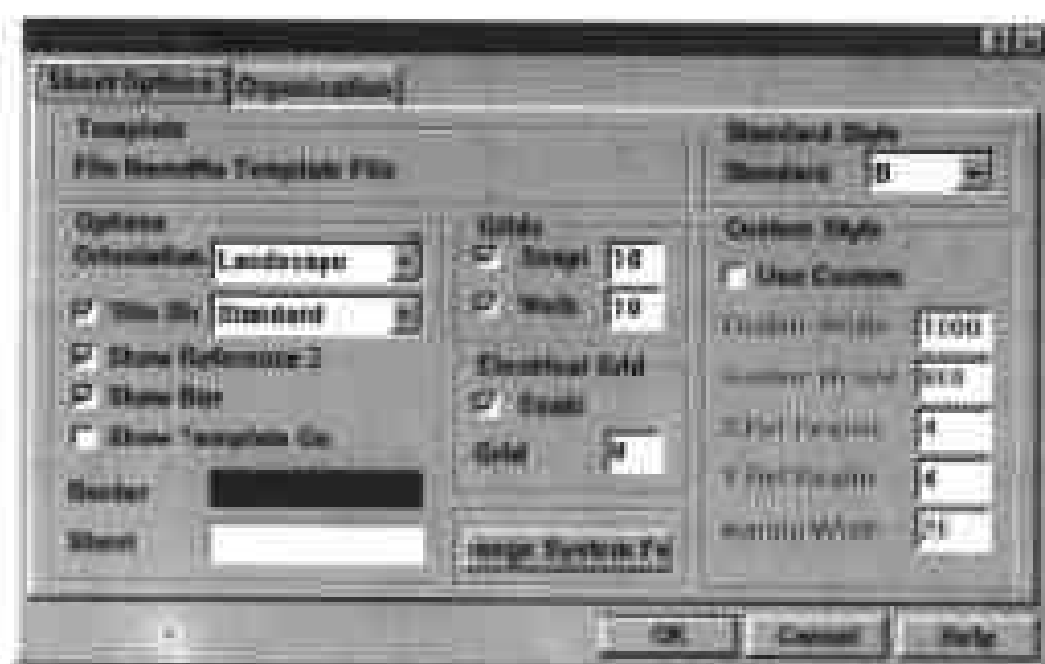

图 2-9 设置图纸参数的对话框
(1) 启动原理图编辑器,选择 Design > Options,弹出 Document Options 对话框,在对话框中单击 Sheet Options 标签,显示相关的选项,如图 2-9 所示。
注意:如果用户不想使用 Protel 99 规定的标准图纸尺寸,还可以自己定义图纸的大小。在如图 2-9 所示的对话框中,单击 Custom Style 选区中的 Use Custom 复选框,激活此选区中的另外 5 个选项,在它们的输入框中分别输入适当的数值,设置自定义图纸的高度、宽度等,单击 OK 命令按钮,即可在工作窗口中显示出用户自定义尺寸的图纸。